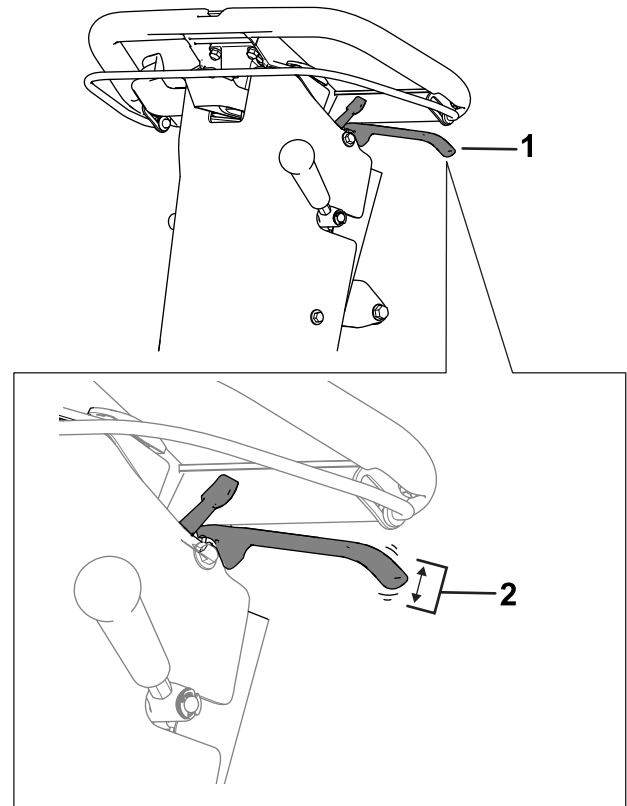

Figura 38
2. Măsurai jocul la capătul manetei frânei de parcare (Figura 38).